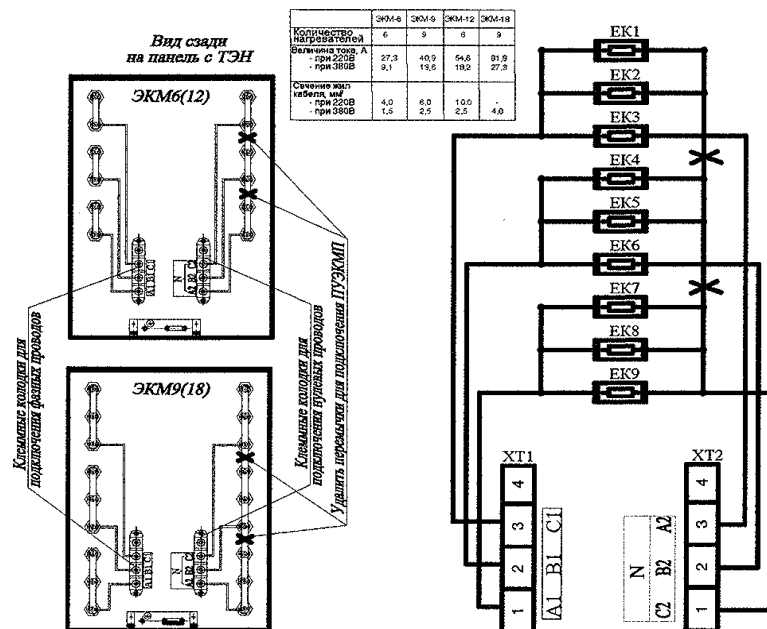

Рис. 3 Схема электрическая электрокаменки ЭКМ.
6.5.2. Пульты управления ПУЭКМП подключаются к электрокаменке по шестипроводной схеме. Соединение ТЭНов в звезду с образованием нулевой точки производится через контакты силовых реле в пульте управления. Линейные провода «А1,В1,С1» пульта управления ПУЭКМП присоединяются к одноименным клеммам «А1,В1,С1» электрокаменки, а фазные провода «А2,В2,С2» пульта присоединяются к соответствующим клеммам «N - А2,В2,С2» электрокаменки, причем необходимо удалить две шины с выводов ТЭН, как показано на рис.3, рис.4, рис.5, чтобы образовались группы из двух (или трех) ТЭН в каждой фазе.